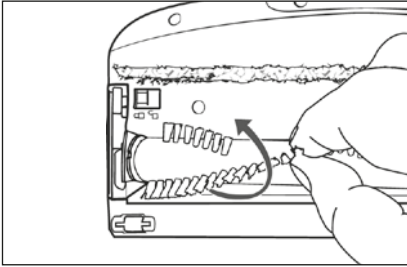

Fig. 25
- 3) Tag børsterullen **20** ud af gulvbørsten **21** ved at holde i børsterne. Drej samtidig børsterullen **20** en smule for lettere at kunne tage den af (se fig. 25).